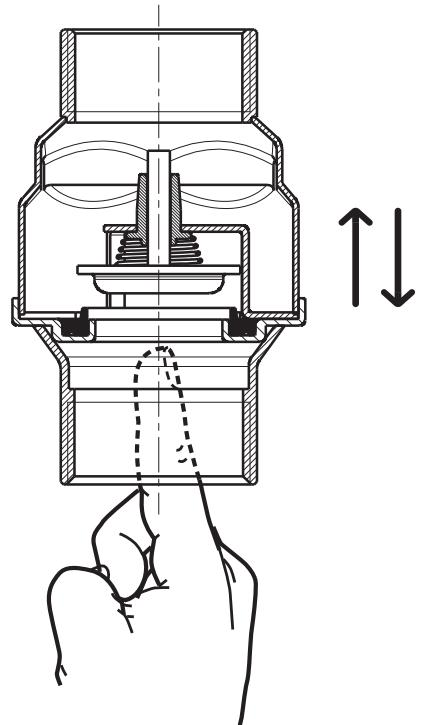

Abb. 1
- Vergewissern Sie sich davon, dass das Ventil korrekt funktioniert, indem Sie das Schließelement von der Ansaugrichtung her in die Richtung des auf dem Ventilgehäuse aufgestempelten Pfeils drücken (Abb. 1). Das Schließelement muss sich nach oben und, sobald es losgelassen wird, von selbst wieder nach unten bewegen. Sofern dies nicht der Fall ist, vergewissern Sie sich bitte davon, dass sich keine Fremdkörper im Ventil befinden und wiederholen dann den Vorgang. Falls sich das Schließelement nicht ungehindert bewegt, darf das Ventil nicht montiert werden.